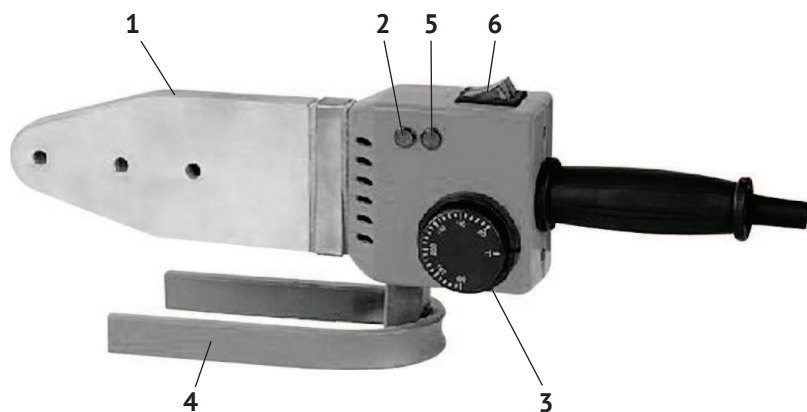

рис. 1
4.1 Общий вид сварочного аппарата представлен на рис. 1
6.1 Из кейса извлеките подставку (рис.1 поз.4). Установите её на ровной и надёжной поверхности рабочего стола (верстака).
6.3 С обеих сторон нагревательного элемента (рис.1 поз.1) установите и через отверстия закрепите парные насадки, необходимые для предстоящей работы. Насадки должны быть чистыми.
7.1 Включите сварочный аппарат в сеть. Свечение индикаторной лампочки (рис.1 поз.2) зелёным светом свидетельствует о включении сварочного аппарата.